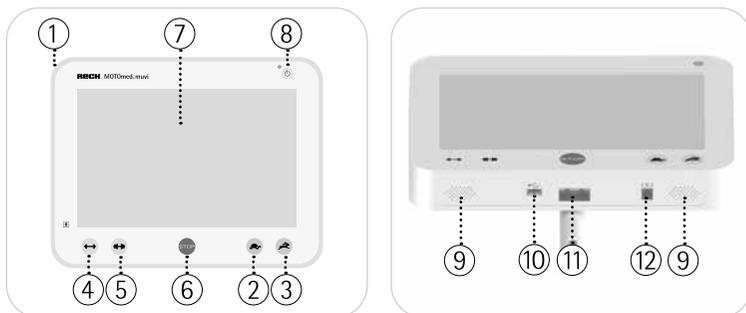

Abb. 5.1, 5.2
siehe Abb. 5.1 Drücken Sie die Ein/Aus-Taste ⑧ und schalten Sie Ihr MOTOMed ein. Der Homescreen erscheint.
siehe Abb. 5.1 Im Trainingsbetrieb können Sie durch Drücken der Tasten ②/③ die Motordrehzahl von 1–60 U/min verändern.
siehe Abb. 5.1 Im Trainingsbetrieb können Sie durch Drücken der Tasten ④/⑤ den Widerstand von 0–20 verändern.
siehe Abb. 5.1 Mit der roten Stop-Taste ⑥ können Sie Ihr Training jederzeit unterbrechen.